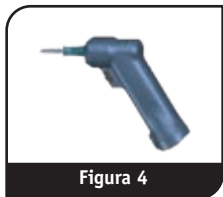

Figura 4
7. **Assicurarsi che il set ago sia fissato saldamente al manipolo elettrico** (Figura 4).